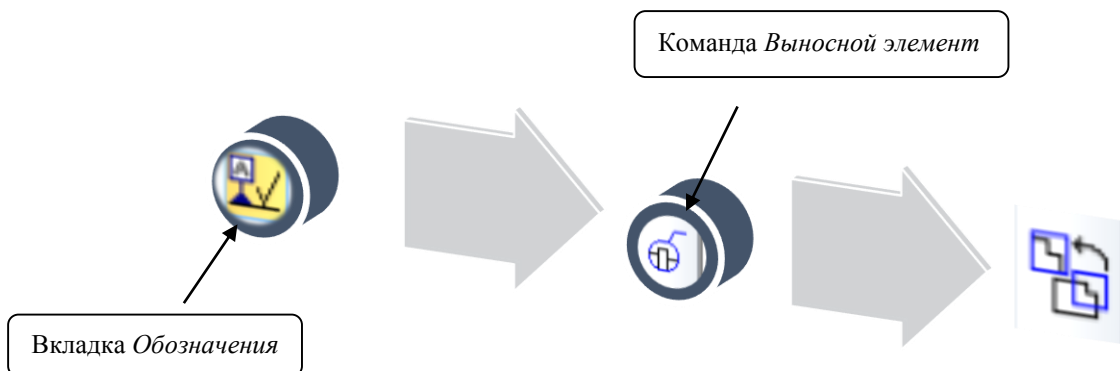

Рисунок 39 – Создание выносного элемента
- на вкладке *Обозначения* выбрать команду *Выносной элемент* и создать её на чертеже (рисунок 39);